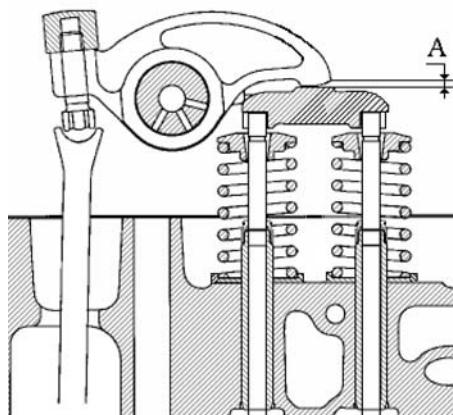

Рис. 19. Регулировка зазоров в клапанном механизме на двигателе без моторного тормоза
Величина зазора A (см. рис. 19) должна быть: на впуске $0,40\pm0,05$ мм, на выпуске $0,70\pm0,05$ мм.
1. Проверить правильность положения траверсы относительно пары одноименных клапанов. Наличие зазора между траверсой и торцом одного из клапанов не допускается (рис. 19а).
Рис. 19а. Регулировка зазоров в клапанном механизме на двигателе с моторным тормозом: